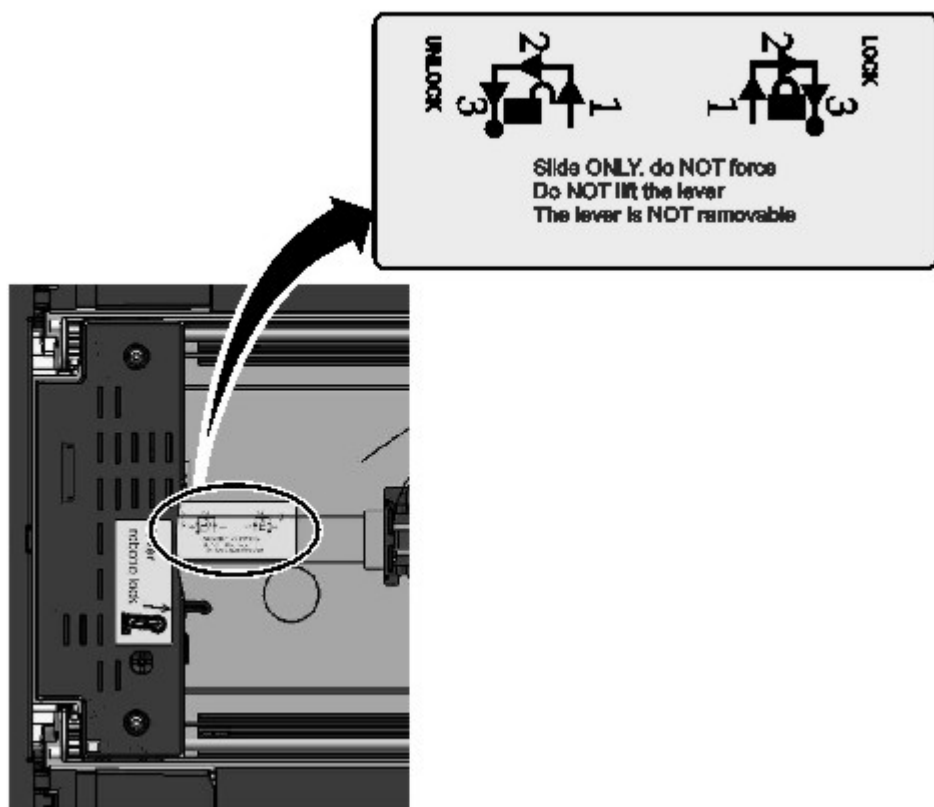

Figura 72. Desbloqueo del robot
10. Desbloquee la palanca y aparte a un lado el descriptor de acceso. Consulte Figura 72 en la página 127.